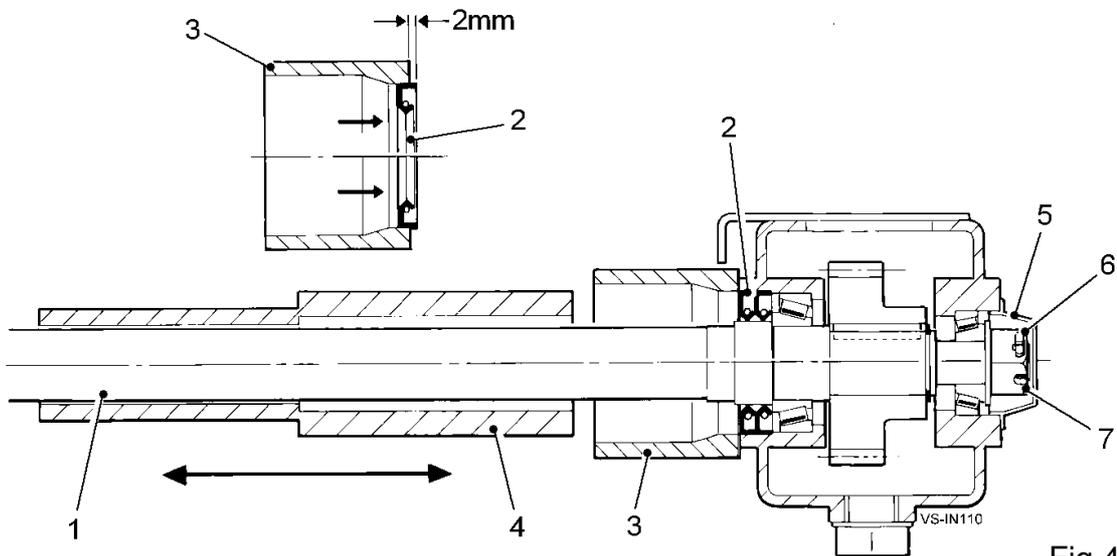

Fig 41
Los ejes de rodillo de unidad más limpios (item 1, fig 41) son equipados con una foca de aceite (item 2, fig 41) que son colocado a presión en la cubierta de caja de cambios each. Los precintos previenen la pérdida de aceite de la caja de cambios y también previenen los ingresos de suciedad. Si la fuga es evidente, los precintos pueden ser reemplazados in situ usando la manga de guía y el kit del servicio de martillo de diapositiva.
2. Pry el precinto gastado (item 2, fig 41) teniendo el cuidado no de dañar la abertura de foca en la caja de cambios. Limpie la abertura de foca y la cara circundante de la caja de cambios.
4. Empuje la nueva foca en el timbre de compresión (item 3, fig 41) hasta que el precinto sobresale aproximadamente 1 - 2 mm más allá de la cara del timbre (see fig 41). Slide el timbre de compresión complete con foca sobre el pozo de rodillo (item 1, fig 41) y localice el precinto en la abertura.
5. Ubique el martillo de diapositiva (item 4, fig 41) sobre el pozo de rodillo y, el valor en cartera el timbre y foca de compresión firmemente contra la cara de caja de cambios, choque el precinto en la caja de cambios. Si requerir, un segundo precinto puede ser sido conveniente para detrás del primero dar la copia de seguridad adicional.
1. Limpie la tierra suelta desde la vuelta la superficie de caja de cambios y pry la cápsula de final (item 5, fig 41).
2. Retire la patilla de fraccionamiento de acciones (item 6, fig 41) de la nuez almenada (item 7, fig 41) y ajuste la nuez a una torsión de 22 libra / pies.
3. Examine el eje de rodillo (item 1, fig 41) en busca de la obra dramática libre otra vez.
4. Reequipe el patilla (item 6, fig 41) de fraccionamiento de acciones en el próximo hoyo claro, ajustando la nuez a maximum of uno horizontalmente si necesitar.